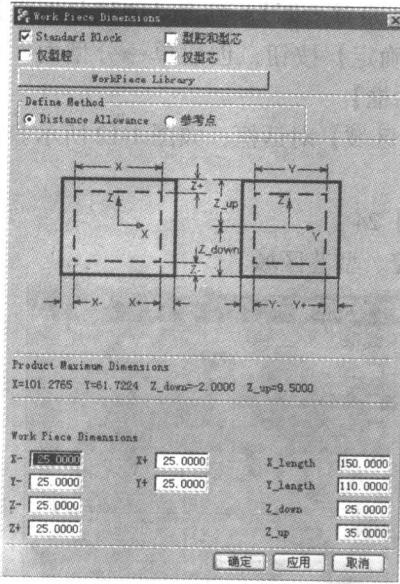

图 1-7 【Work Piece Dimensions】对话框
6) 单击【Work Piece】(毛坯)图标 \square ，系统弹出【Work Piece Dimensions】对话框，使用默认的选项，如图 1-7 所示（型芯厚度相对实际加工较薄，此处仅用